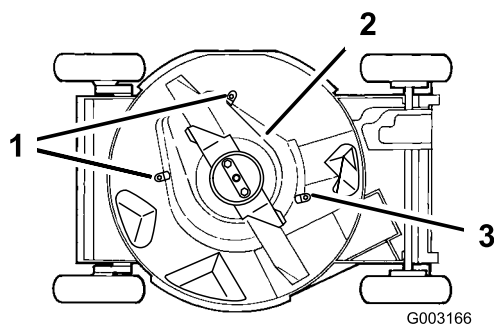

Figura 38
6. Per allentare le linguette che fissano il carter della frizione del freno della lama alla scocca, allentate i dadi o i bulloni sulle linguette (Figura 38). Girate le linguette di 180° perché non intralcino.